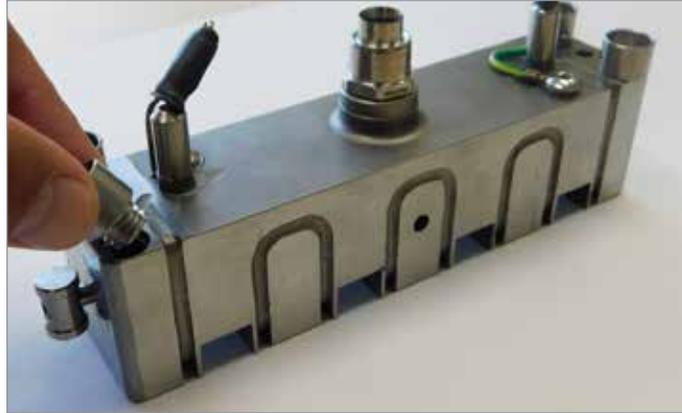

Figura 19-19 Instalación de cojinetes
3. Instale los cuatro cojinetes de soporte en la parte inferior del colector de Melt-CUBE y apriete a mano. Consulte la Figura 19-19.